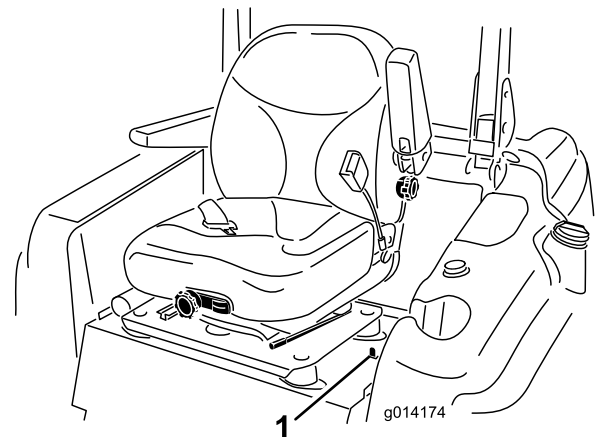

Figure 17
1. Déplacez le verrou du siège, situé sur le côté gauche du siège, vers l'arrière pour déverrouiller le siège et tirez le haut du siège en avant (Figure 17).